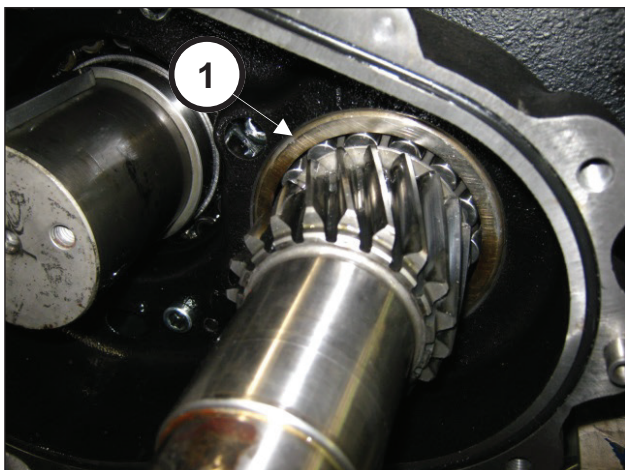

Fig. 65
Posizionare il cuscinetto fino a battuta (pos. ①, Fig. 65)